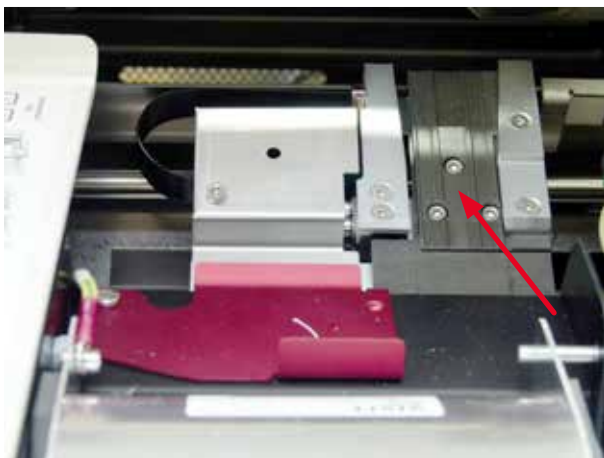

Abb. 50
- Transportstation (→ "Abb. 50")
- Nach dem Reinigen und vor dem Arbeiten mit dem Gerät die Klappe schließen (→ "Abb. 50").